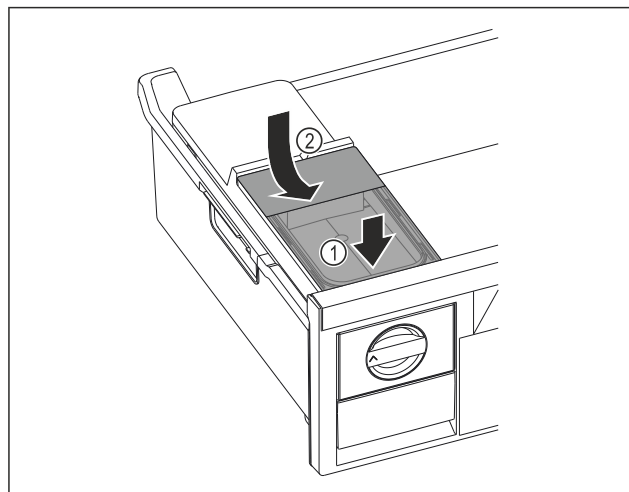

Fig. 125
- ▶ Watertank aan de voorkant plaatsen. Fig. 125 (1)
- ▶ Watertank aan de achterkant laten zakken. Fig. 125 (2)